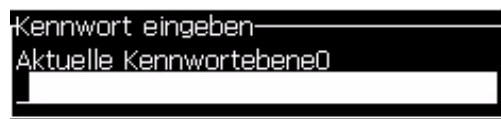

Abbildung 4-3: Ebene 0 Kennwort
- 2 Drücken Sie die Tasten *Alt + W*. Geben Sie die Option *Enter Password (Kennwort eingeben) ein* (siehe Abbildung 4-2) und drücken Sie die Taste *Enter*. Oder drücken Sie *F3* in den Hauptbildschirm. Der Bildschirm *Enter Password (Kennwort eingeben)* erscheint (siehe Abbildung 4-3).